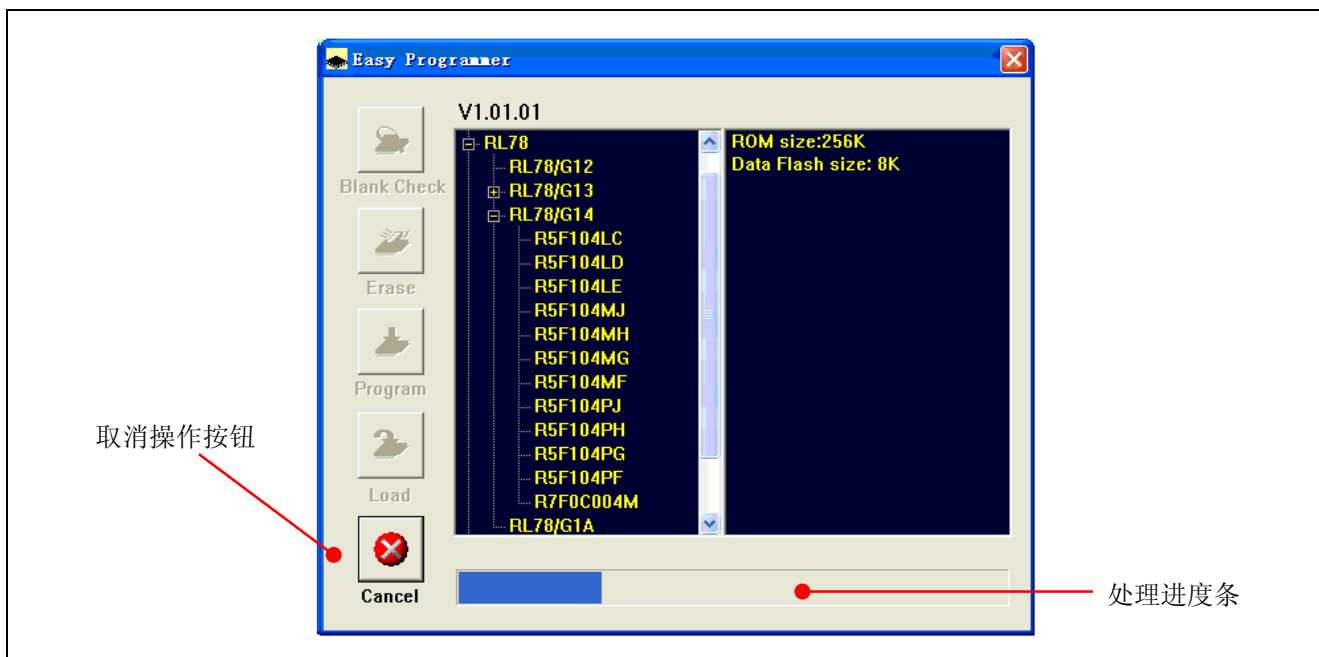

图 2.26 校验过程
- 4) 加载完成后，如图 2.26 所示，PC GUI 开始校验并显示校验的进度。在校验的过程中，“Verify”按钮变为“Cancel”按钮。点击“Cancel”按钮可以停止校验。